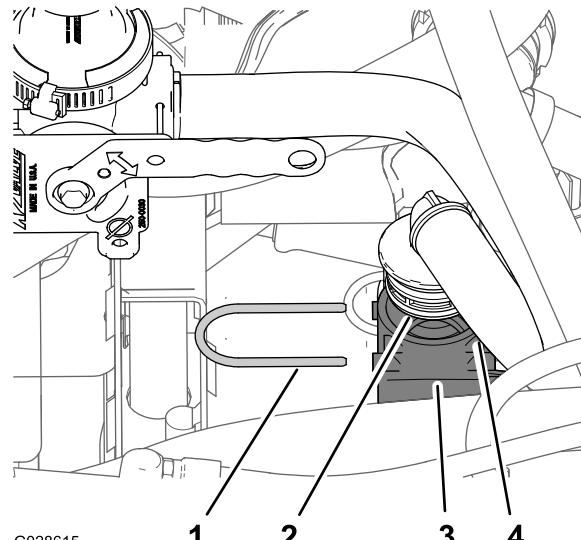

图 27
1. 将清洁加药器旁通软管的 90°宝塔接头插入到您在准备安装清洁加药器阀 (页码 10) 的步骤 2 中使用的下 T 形接头图 27 中。